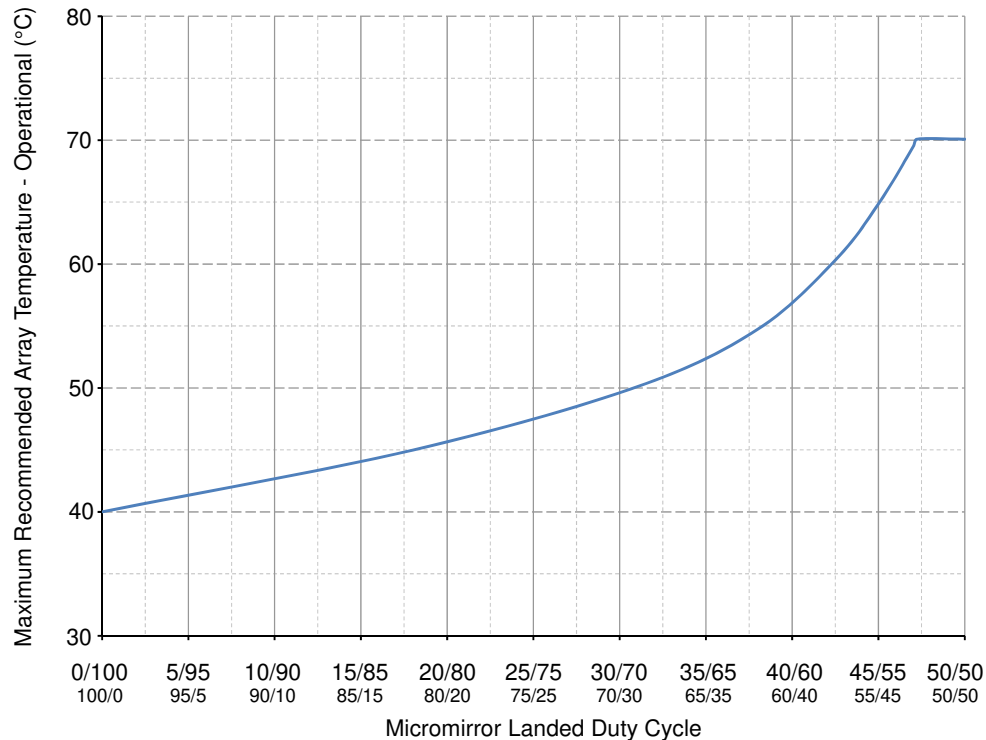
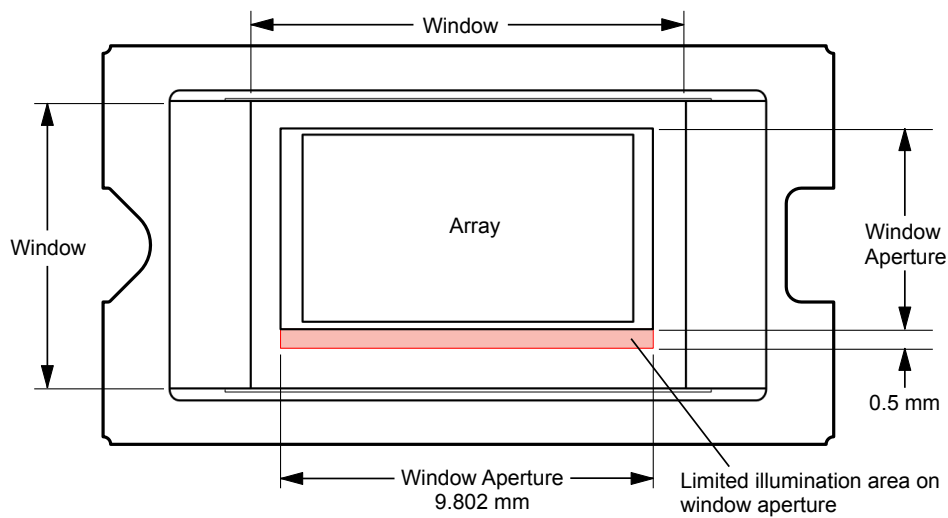

图 5-1. 最大建议阵列温度 — 降额曲线
图 5-2. 照明溢出图 — 关键区域
- (11) 长期定义为器件的使用寿命。
- (12) 根据图 5-1，最大工作阵列温度根据 DMD 在终端应用中经历的微镜着陆占空比进行降额。有关微镜着陆占空比的定义，请参阅微镜着陆/着陆关占空比。
- (13) 器件不在高露点温度范围内的随时间变化的平均值（包括存储和运行）。
- (14) 在存储和运行期间，暴露于高范围内的露点温度限制在  $CT_{ELR}$  的总累积时间以内。
- (15) 适用于图 5-2 中定义的区域
- (16) DMD 的工作区域被 DMD 窗口表面内的孔隙包围，该孔隙遮挡了正常视图的 DMD 器件组件的结构。该孔隙的大小可以预测多种光学条件。照亮有源阵列外部区域的溢出光会产生散射，并对使用 DMD 的终端应用的性能产生不利影响。照明光学系统的一项设计目标是尽可能减少入射到有源阵列外部的光通量。根据光学系统的特定光学架构和组装公差，有源阵列外部的溢出光量可能会导致系统性能下降。
- (17) 要进行计算，请参阅窗口孔隙照明溢出计算。
- (18) 入射到 DMD 上的最大允许光功率受到每个指定波长范围的最大光功率密度以及微镜阵列温度 ( $T_{ARRAY}$ ) 的限制。
- (19) 如需计算，请参阅微镜功率密度计算。